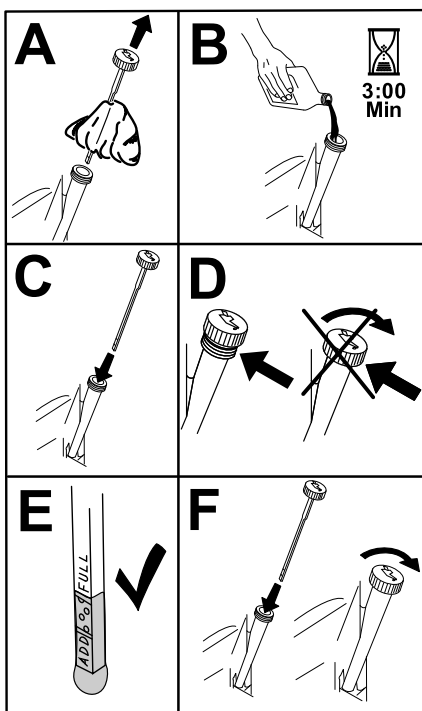

Figura 51
5. Vierta lentamente un 80% aproximadamente del aceite especificado por el tubo de llenado, luego añada lentamente el resto del aceite hasta que llegue a la marca de Lleno (Figura 51).